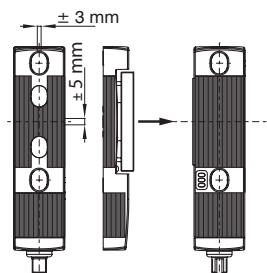

Fig. 1 : Décalage latéral et sens d'action de la force de verrouillage
- Le dispositif de verrouillage de sécurité doit être exploité dans le sens d'action de la force de verrouillage (voir fig. 1).